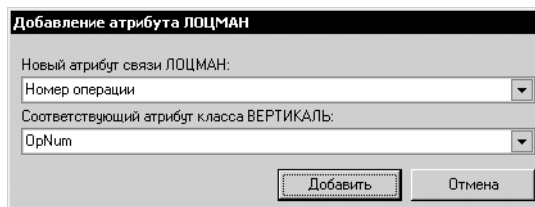

Рис. 23.20. Добавление атрибута ЛОЦМАН:PLM
7. В открывшемся окне **Добавление атрибута ЛОЦМАН** (рис. 23.20) верхней части окна выберите из раскрывающегося списка атрибут связи **Номер операции**.
8. Введите соответствующий атрибут класса ВЕРТИКАЛЬ — *OpNum* в нижнее поле окна **Добавление атрибута ЛОЦМАН** (рис. 23.20).